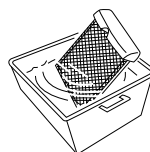

fig. 2
- Aby wyczyścić filtr, należy użyć odkurzacza lub lekko postukać filtr. Jeśli filtr jest bardzo zabrudzony, należy użyć ciepłej wody z niewielką ilością środka czyszczącego. (rys. 2)